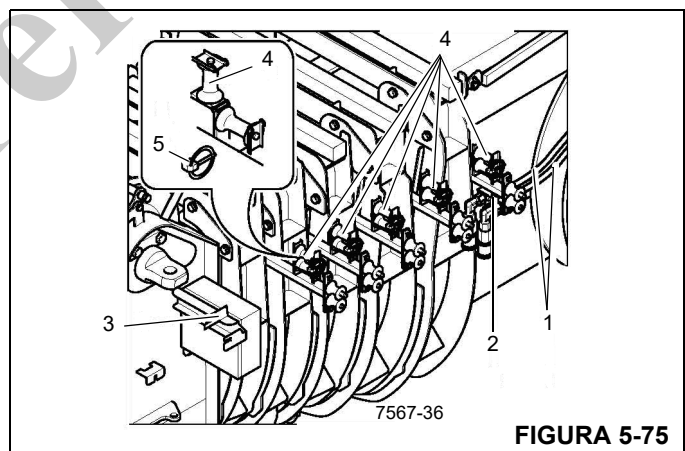

FIGURA 5-75
1. Solte os pinos articulados (5, Figura 5-75) e dobre as polias guias (4).
2. Solte o alívio de tensão do suporte (3) e conecte-o no suporte (2).
3. Dobre para baixo as polias guia (4) e as prenda com os pinos articulados (5).